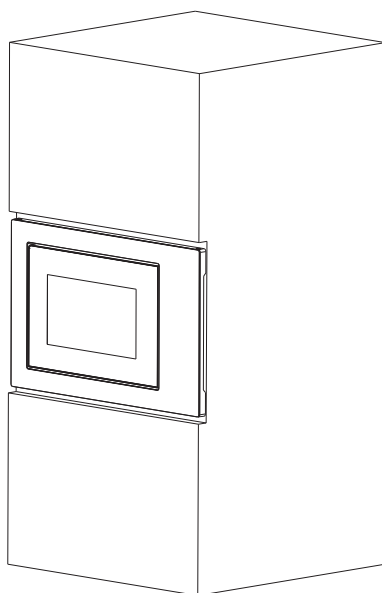

Fig. 2
b) Poussez le four à micro-ondes jusqu'au bout. (Fig. 2)